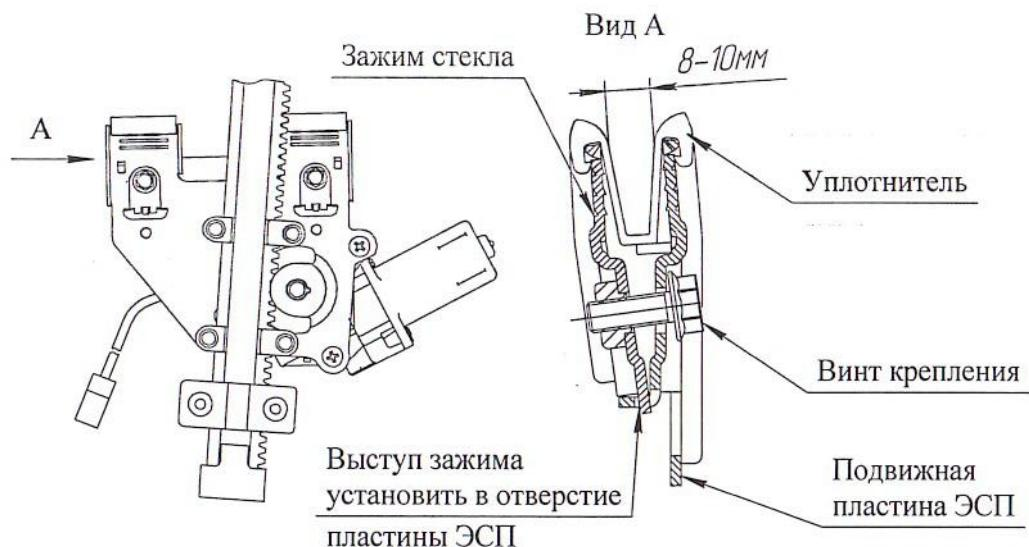

Рис. 2
6.6.2 Установить два зажима стекла с уплотнителями на подвижную пластины ЭСП (см. рис. 2).